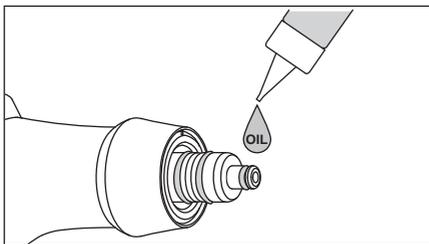

Abb. 21
1) Trocknen Sie den O-Ringbereich der Pulverkammer und den Bereich des Einstellings; tragen Sie einen Tropfen des mitgelieferten Turbinenöls auf und verreiben Sie es z. B. mit den Fingern. (Abb. 21, 22)